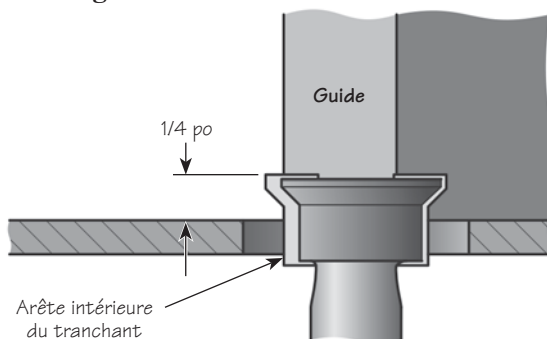

Figure 5 : Régler la mèche et le guide
2. Réglez la hauteur de la mèche à 1/4 po. Réglez le guide de la toupie jusqu'à ce qu'il soit très légèrement en saillie par rapport à l'arête intérieure du tranchant. Voir la **figure 5**.